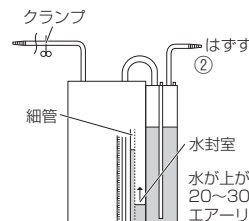

図5
- 5) 吸引圧制御ボトル⑥内に気泡が発生したら、吸引装置接続チューブ②を吸引装置から外す。水封室の水(青色)が細管を上昇し、20~30秒間静止していることを確認する。確認後チューブ鉗子を外すこと。(図5)